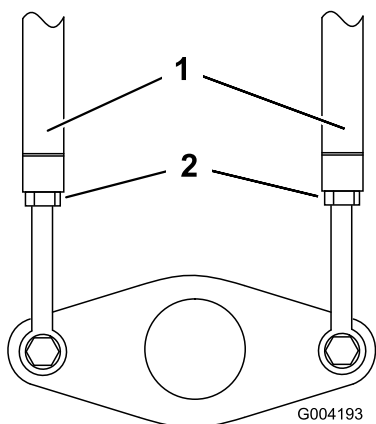

Figure 53
3. Desserrez les écrous de blocage sur les tiges de déplacement, sous le panneau de commande (Figure 53).